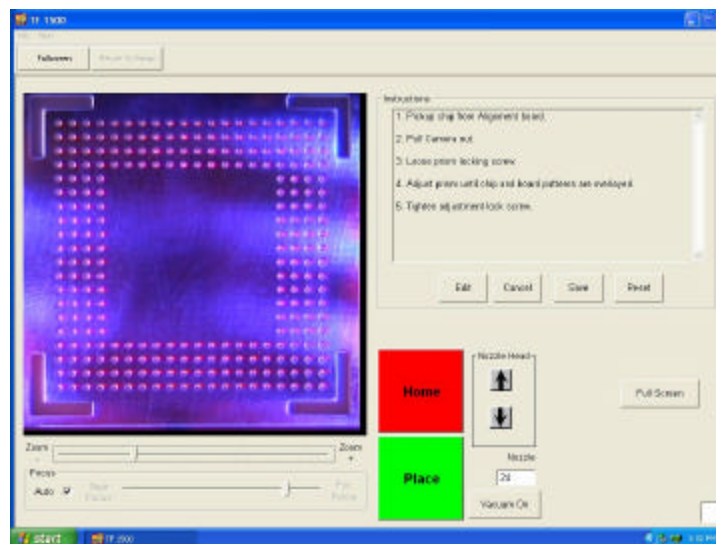

Abbildung 12
- x. Das Bild im Fenster sollte wie in Abbildung 12 dargestellt ausgerichtet sein.